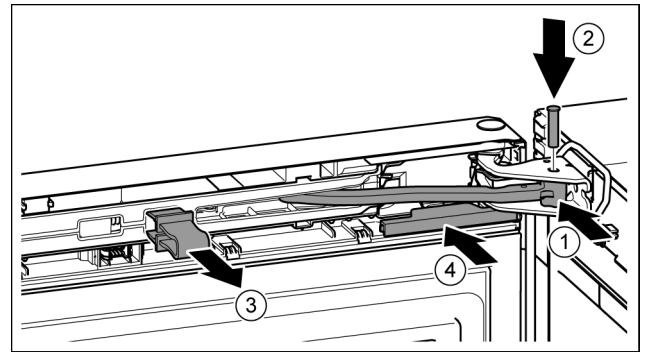

Fig. 42
- ▶ Gire la articulación en el soporte de cojinete. Fig. 42 (1)
- ▶ Introduzca el perno en el soporte de cojinete y la articulación. Preste atención a que el saliente de retención descansa correctamente en la ranura. Fig. 42 (2)
- ▶ Retire el seguro. Fig. 42 (3)
- ▶ Desplace la cubierta. Fig. 42 (4)